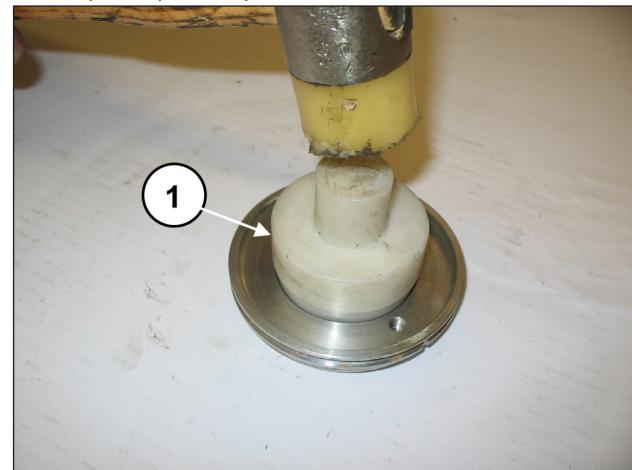

Abb. 93
Montieren Sie den radialen Dichtring in den Ölabstreifring-Deckel (Pos. ①, Abb. 93) mithilfe eines Dorns Art. 27910900.